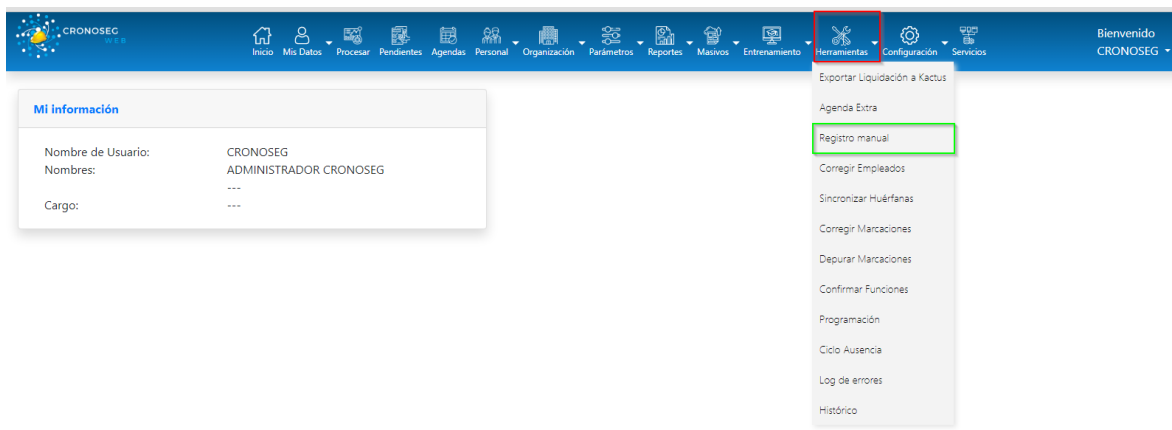

Imagen 156. Ingreso al módulo de herramientas – Registro manual
Paso 7: El siguiente paso es generar la programación definitiva dando clic en el botón correspondiente y luego aceptar para realizar el agendamiento definitivo para los empleados seleccionados. Ver imagen 156:
Paso 8: Para generar el archivo en Excel se debe clic en el botón EXPORTAR, Ver imagen 156, se abrirán un archivo en .csv que contiene los campos introducidos y el campo para la correspondiente firma del empleado. Ver imagen 157: